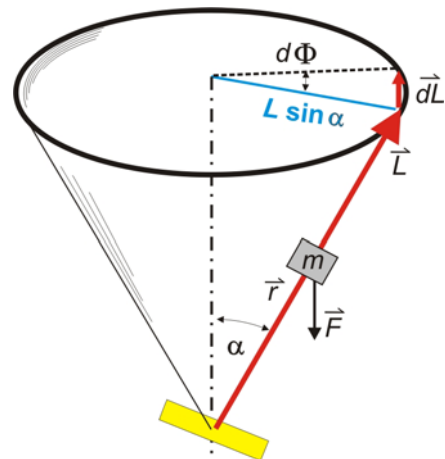

Abb. 3
Für die Winkelgeschwindigkeit der Präzession ω_p erhält man aus Abb. 3 und Gl. (1) $|\vec{\omega}_p| = \omega_p$
4. Überzeugen Sie sich davon, dass die Präzessionszeit T_P unabhängig vom Neigungswinkel α ist (Abb. 3).